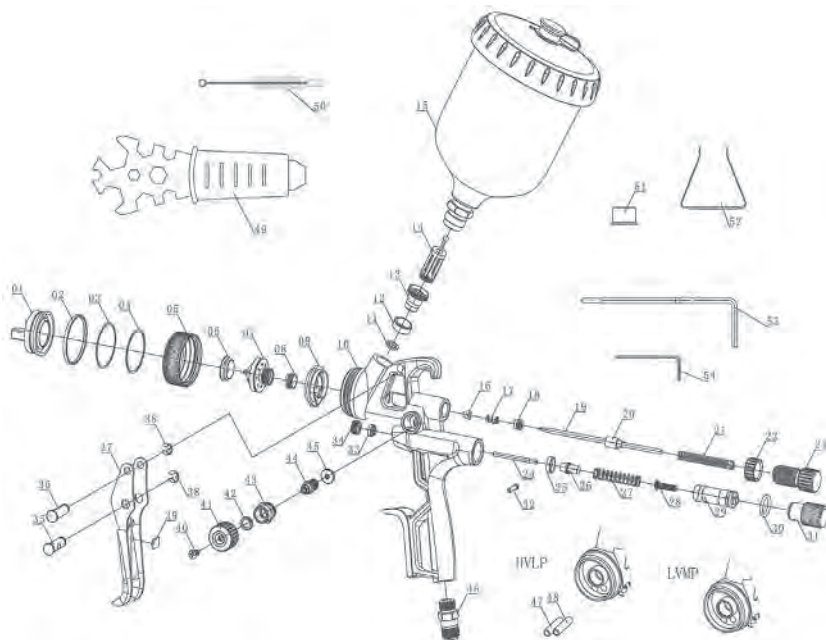

Рис. 1
СХЕМА КРАСКОПУЛЬТА (Рис. 1)
- ПЕРЕД РАЗБОРКОЙ, ЧИСТКОЙ ИЛИ СЕРВИСНЫМ ОБСЛУЖИВАНИЕМ КРАСКОПУЛЬТА ОБЯЗАТЕЛЬНО ПРЕКРАТИТЕ СООТВЕТСТВУЮЩИМИ РЕГУЛЯТОРАМИ ПОДАЧУ ВОЗДУХА К КРАСКОПУЛЬТУ (Рис.2.1) И ПЕРЕКРОЙТЕ ПОДАЧУ ЛАКОКРАСОЧНОГО МАТЕРИАЛА В НЁМ (Рис.2.2), ПОСЛЕ ЧЕГО СБРОСЬТЕ ДАВЛЕНИЕ В ВОЗДУШНЫХ КАНАЛАХ КРАСКОПУЛЬТА НАЖАТИЕМ НА ЕГО КУРОК (№37 на Рис.1).
4. Перед разборкой полностью очистите каналы для подачи лакокрасочного материала. Воспользуйтесь гаечным ключом или входящим в комплект краскопульта универсальным ключом (№49 на Рис.1) для того, чтобы снять распыляющую дюзу.
5. Снимайте распыляющую дюзу после снятия блока иглы (№№16-23 на Рис.1), либо удерживая иглу в вытянутом состоянии для того, чтобы защитить элементы блока иглы от повреждений.
9. Удерживая блок иглы (№№16-23 на Рис.1) вставленным, вручную затяните его узлы и элементы, а затем плавно подтяните гаечным ключом, при этом нажимая на спусковой крючок (№37 на Рис.1) и наблюдая за перемещением иглы (№19 на Рис.1). Слишком сильная затяжка деталей будет препятствовать свободному движению иглы, что приведет к утечке лакокрасочного материала из сопла. Если детали затянuty слишком сильно, ослабьте их поворотом ключа против часовой стрелки до тех пор, пока игла не освободится, и не прекратится утечка материала.
10. Поверните регулятор формы факела (Рис.2.3) против часовой стрелки до полного открытия. Затем затяните и зафиксируйте седло регулятора формы факела (№43 на Рис.1) в корпусе краскопульта (№10 на Рис.1).